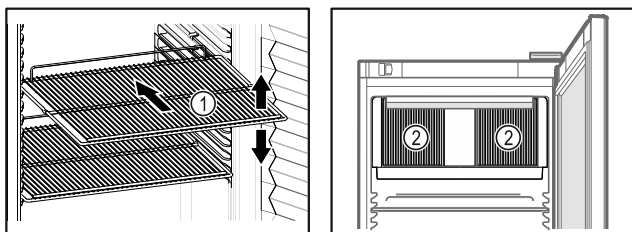

Fig. 30 Ilustrační zobrazení Fig. 31
- Pokud jsou odstavné rošty Fig. 30 (1) přemístitelné, přizpůsobte je vždy na danou výšku.